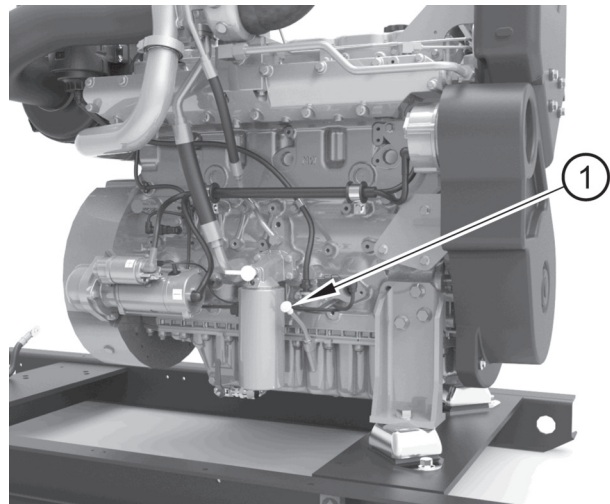

Figura 32
7. Llene el cárter de aceite con la cantidad correcta de aceite lubricante de motor nuevo. Deje el tiempo suficiente para que el aceite escurra al cárter. Saque la varilla del nivel (figura 32, elemento 1) y asegúrese de que el aceite llega hasta la marca de máximo. No sobrepase la marca de máximo de la varilla. Asegúrese de que la varilla esté correctamente metida en su tubo.